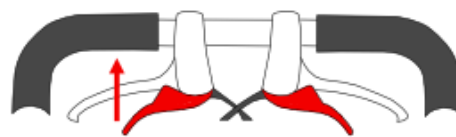

Fig. 2.
- Pentru a debloca, apăsați mânerul inferior al frânei (fig.2).